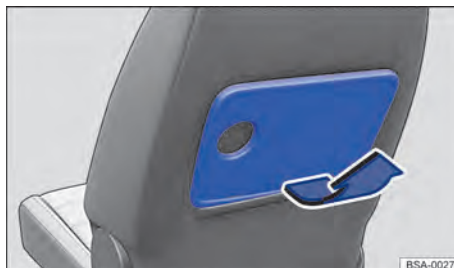

Abb. 142 Am Vordersitz: Klapptisch aufstellen.
1. Zum Aufstellen Entriegelungstaste an der Unterkante des Klapptischs drücken und Klapptisch in Pfeilrichtung nach oben ziehen → Abb. 142, bis er einrastet.